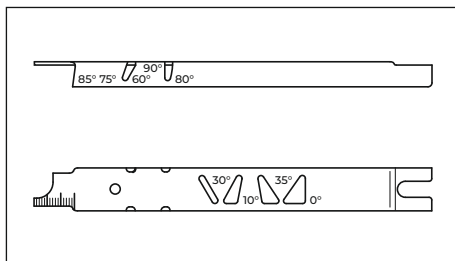

Рис. 75
- При необходимости, зафиксировать направляющую шину (рис. 75).